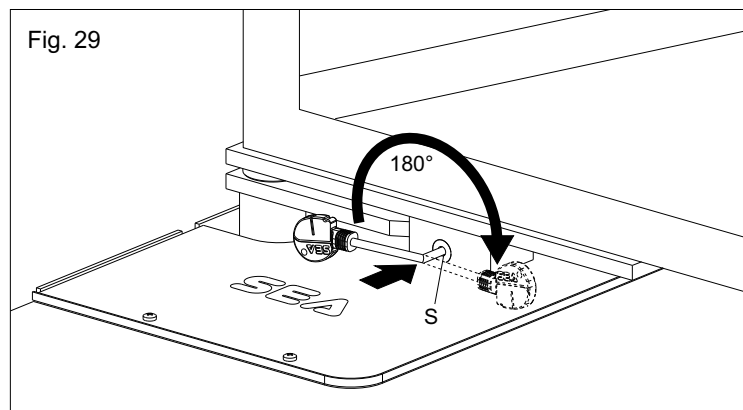

Fig. 29
- Inserire la chiave a brucola fornita in dotazione nella fessura (S) e ruotare la maniglia di 180° verso il centro del cancello (Fig. 29).